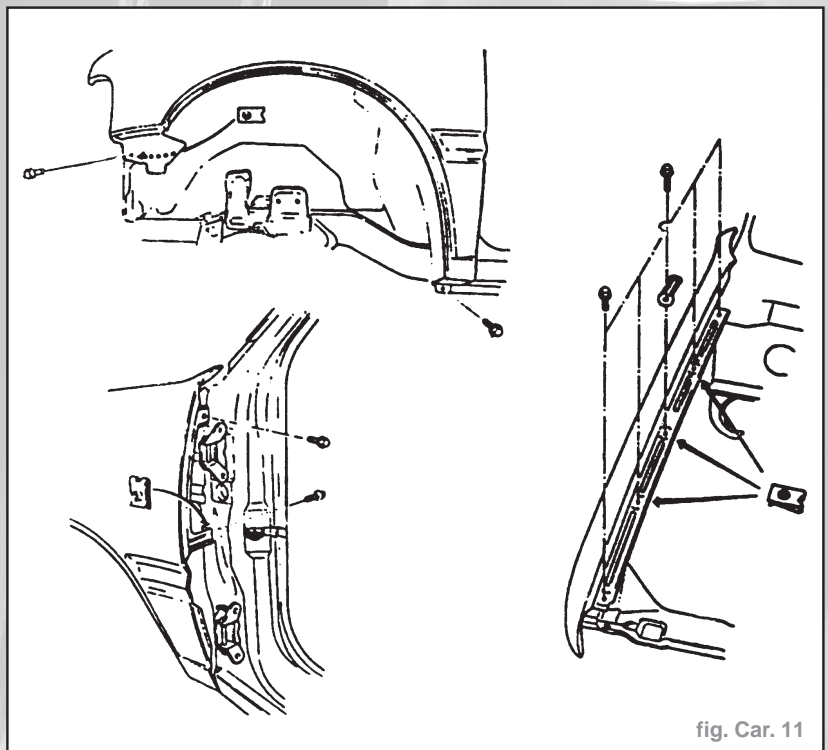

fig. Car. 11
- l'aile avant - 9 vis (fig. Car. 11).